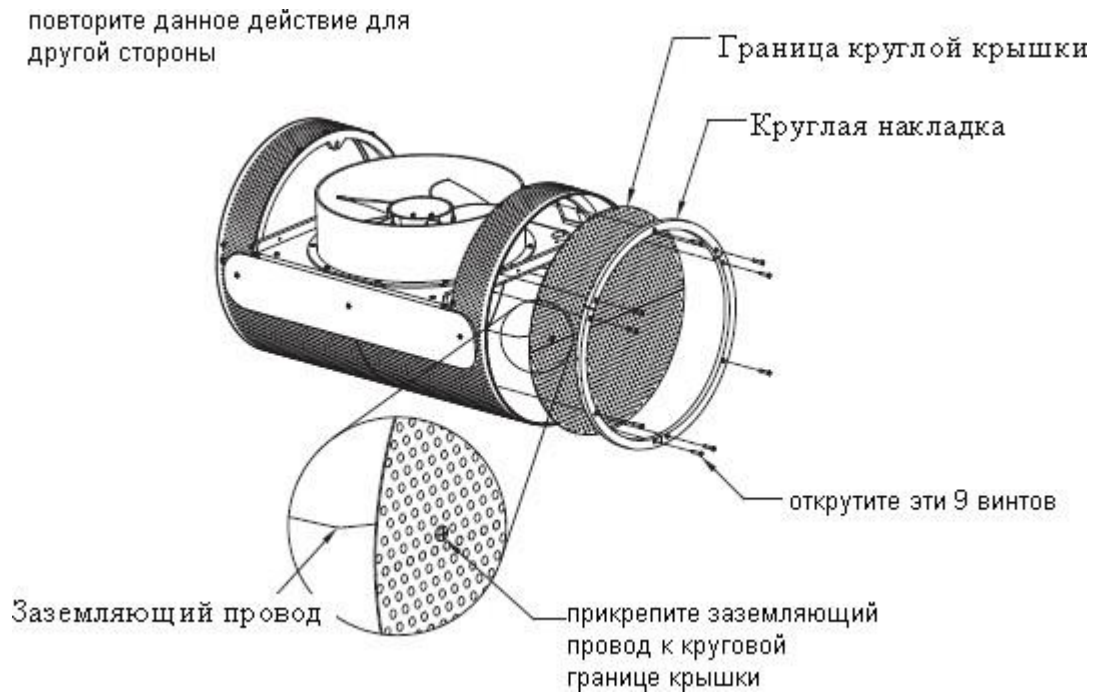

Рис. 6.1
6.2. Будьте осторожны при работе с любым комплектующим из нержавеющей стали. Концы очень острые. Прежде всего, удалите две круговые торцевые заглушки с каждой стороны цилиндрической базы. По периметру крышки находятся три защитных планки в форме дуги. Открутите девять винтов, которые находятся в защитной планке (по 3 винта в каждой планке). Там находится нержавеющий стальной провод, соединяющий крышку с основанием. Для облегчения процесса сборки провод можно отключить. Провод должен быть повторно подключен по окончании сборки. Повторите данное действие и для другой стороны базы. Аккуратно установите каждую границу крышки. (Рис. 6.1)